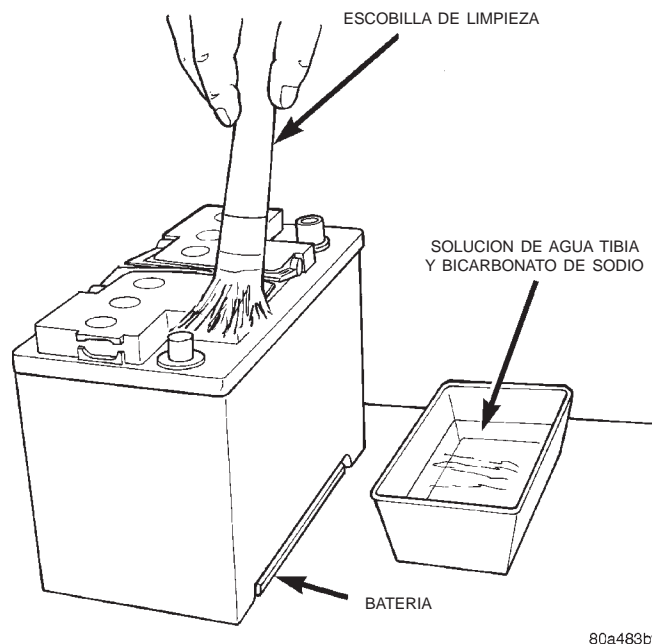
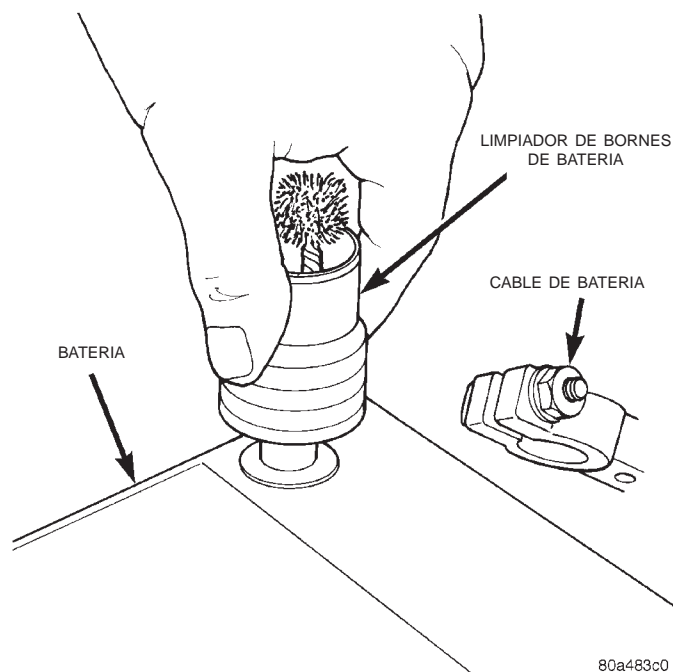

Fig. 13 Limpieza de la batería
Fig. 14 Limpieza de bornes de batería
(1) Limpie la parte superior de la batería con una solución de agua tibia y bicarbonato de sodio.
(2) Aplique la solución con una escobilla de cerdas y deje que se humedezca bien hasta que los depósitos ácidos se suelten (Fig. 13).
(3) Enjuague con agua limpia y seque bien con una toalla de papel. Deseche la toalla de un modo seguro. Consulte las ADVERTENCIAS en la parte superior de la batería.
(4) Inspeccione la caja y la cubierta de la batería para detectar cuarteaduras o fugas. Si hay fugas, debe reemplazar la batería.
(5) Inspeccione la bandeja de la batería para detectar si ha sido dañada por el ácido de la batería. Si es así, será necesario limpiar la zona con solución de bicarbonato.
(6) Limpie los bornes de la batería con una herramienta de limpieza adecuada (Fig. 14).